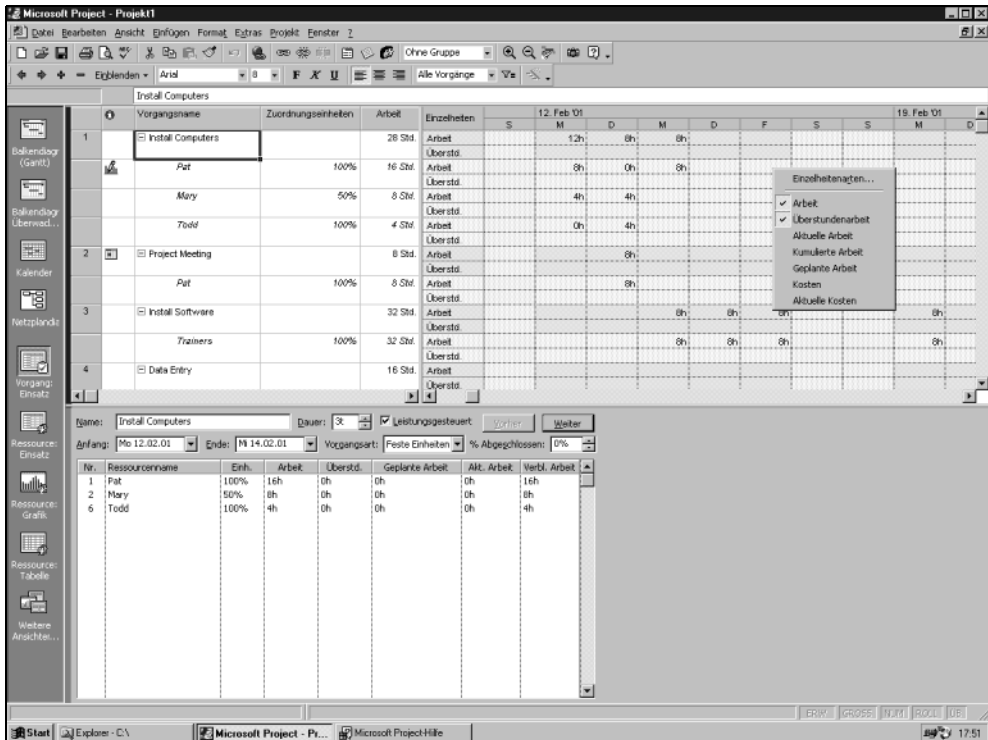

Abbildung 14.10:
- Wählen Sie ANZEIGEN IM MENÜ und fügen Sie diesen Punkt ins Kontext-Menü ein, wo er von nun an ständig angezeigt wird (siehe Abbildung 14.10)
Abbildung 14.10 zeigt die Einzelheiten der Überstundenarbeit, die der Anzeige hinzugefügt wurden. Sie sehen auch das Menü, das Sie aufrufen können, indem Sie mit der rechten Maustaste einen beliebigen Bereich im Gitter anklicken. Einzelheiten, die momentan angezeigt werden, sind im Kontext-Menü markiert. Klicken Sie auf einen markierten Punkt, um ihn nicht mehr anzuzeigen, und klicken Sie auf einen nicht markierten Punkt, wenn er angezeigt werden soll.